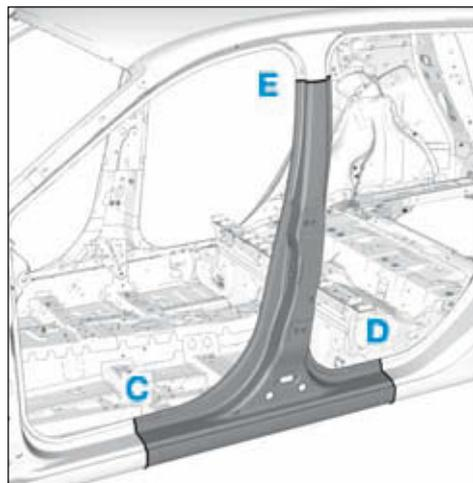

FIG.72
- Respecter les lignes de coupe (C), (D) et (E) (Fig.72).